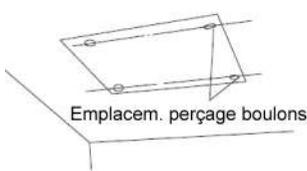

Fig.6
- (1). À l'aide du gabarit, percez des trous pour les boulons (4 trous). (Fig. 6)